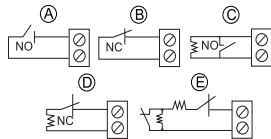

Figure 6 : Options de câblage auxiliaire
**Remarque:** la Figure 6 illustre une installation avec résistance de DEOL, disponible avec certaines versions de la centrale.